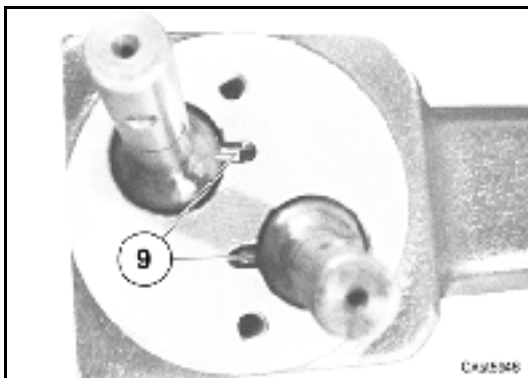
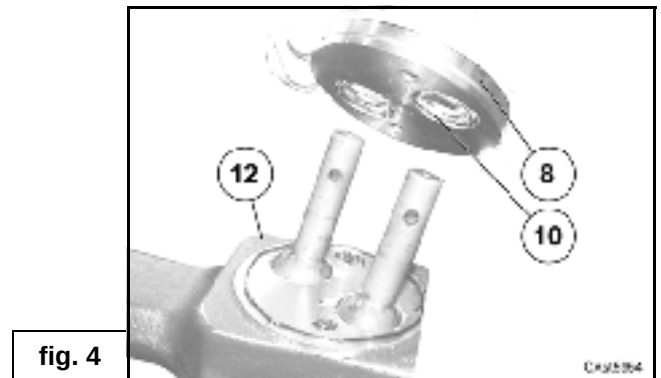

fig. 3
fig. 4
19. Verificare l'avvenuto inserimento dei perni guida (9) nelle relative sedi sulla prolunga (12).
- Vedi:** fig.3
20. Lubrificare due nuovi anelli OR (10).
21. Assemblare i nuovi anelli OR (10) nella piastra circolare (8).
- Vedi:** fig.4
19. Check pins (9) be inserted in the respective housings on the lever support (12).
- See:** fig.3
20. Lubricate two new O-Rings (10).
21. Assemble two O-Rings (10) in the circular plate (8).
- See:** fig.4